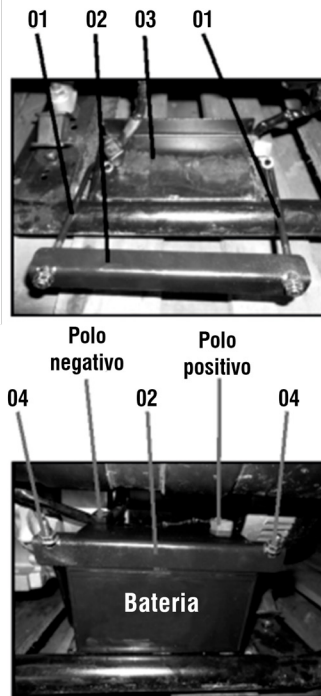

Fig. 20 – Instalación de la batería
- Conecte el terminal negativo (-) del generador de soldadura en el polo negativo de la batería (color negro) (Fig. 20);
- Conecte el terminal positivo (+) del generador de soldadura en el polo positivo de la batería (color rojo) (fig. 20);
- Enganche el soporte (pieza 2) en la batería (fig. 20);